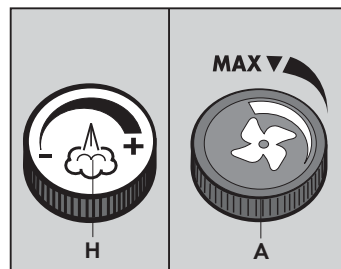

Fig. 11
- Premere il pulsante rosso (10) posto sulla impugnatura anatomica (9) per l'erogazione del vapore
- Per ottenere la modulazione della quantità di erogazione vapore, agire sulla manopola (H) (Fig. 11) ruotandola in senso orario per una maggiore quantità di vapore ed in senso antiorario per diminuire il flusso.
- Premere l'interruttore azzurro (11) per attivare la funzione aspirazione;
- Per regolare l'aspirazione agire sulla manopola (A), ruotandola in senso antiorario per una maggiore aspirazione ed in senso orario per una minore aspirazione. **(Fig. 11)**